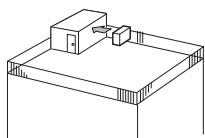

Fig. 2-2
- ① Τοποθετήστε τη μονάδα ώριτε το στόμιο εξαγωγής του αέρα να είναι σταραμένο προς τον πλησιέστερο διαβέσιμο τοίχο και να απέχει περίπου 35 cm. (Fig. 2-2)